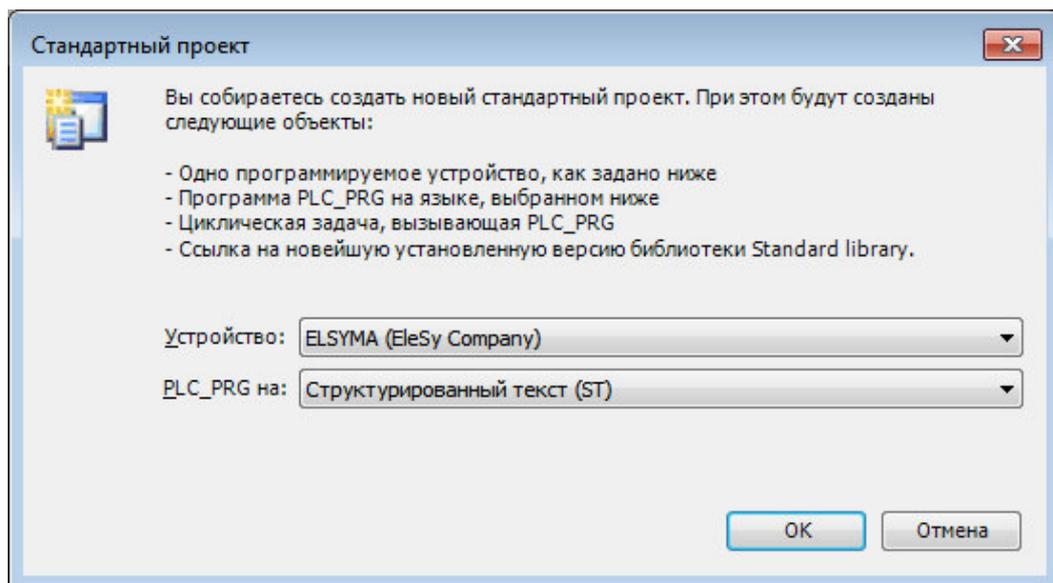
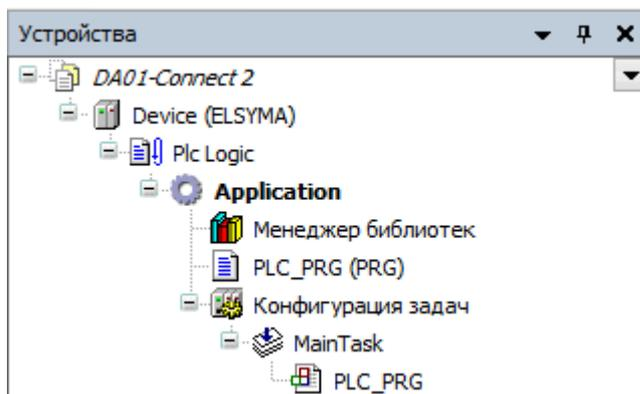

Рисунок 5.3 – Настройка стандартного шаблона проекта
Рисунок 5.4 - Дерево объектов проекта
4. В окне «**Стандартный проект**» в списке **Устройство:** выбрать контроллер – *ELSYMA (EleSy Company)*, в списке **PLC_PRG на:** – язык реализации основного программного компонента – *Структурированный текст (ST)* (рисунок 5.3). Нажать кнопку «**ОК**». Созданный проект отображается в области **Устройства** в виде дерева объектов (рисунок 5.4)